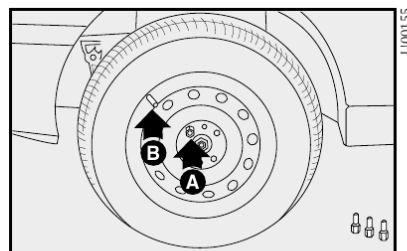

fig. 7
7) atarraxar apenas um dos parafusos **A-fig. 7**, em correspondência com a válvula de enchimento **B fig. 7**;